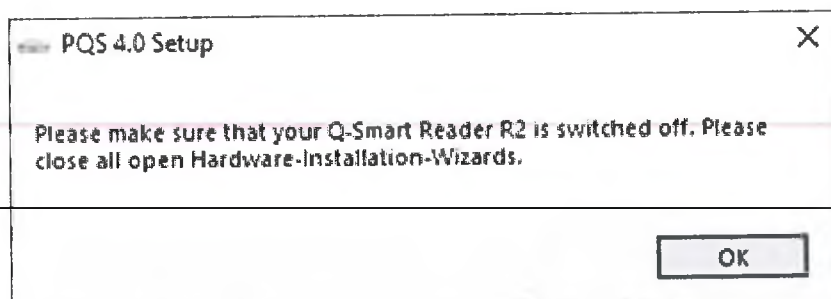

Рисунок 15
7.17.8 После инициализации необходимо убедиться, что Анализатор отключен во время установки. При нажатии кнопки «ОК» можно продолжить установку (Рисунок 15).